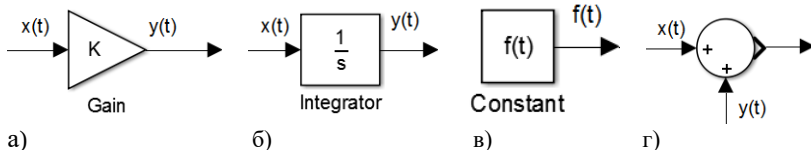

Рис. 1.2. Типовые звенья структурной схемы: а – усилительное звено; б – интегратор; в – источник сигнала; г – сумматор
- 1) усилительное звено (рис. 1.2,а) – звено, для которого в любой момент времени выходная величина $y(t)$ пропорциональна входной величине $u(t)$, то есть $y(t) = k u(t)$, где k – коэффициент усиления звена;
- 2) интегрирующее звено (рис. 1.2,б) – звено, для которого в любой момент времени выходная величина $y(t)$ пропорциональна интегралу по времени входной величины $u(t)$, то есть
- 3) источник сигнала (рис. 1.2,в) – это звено, на выходе которого формируется сигнал $f(t)$, изменяющийся во времени по заданному закону;
- 4) сумматор (рис. 1.2,г), осуществляющий суммирование сигналов.